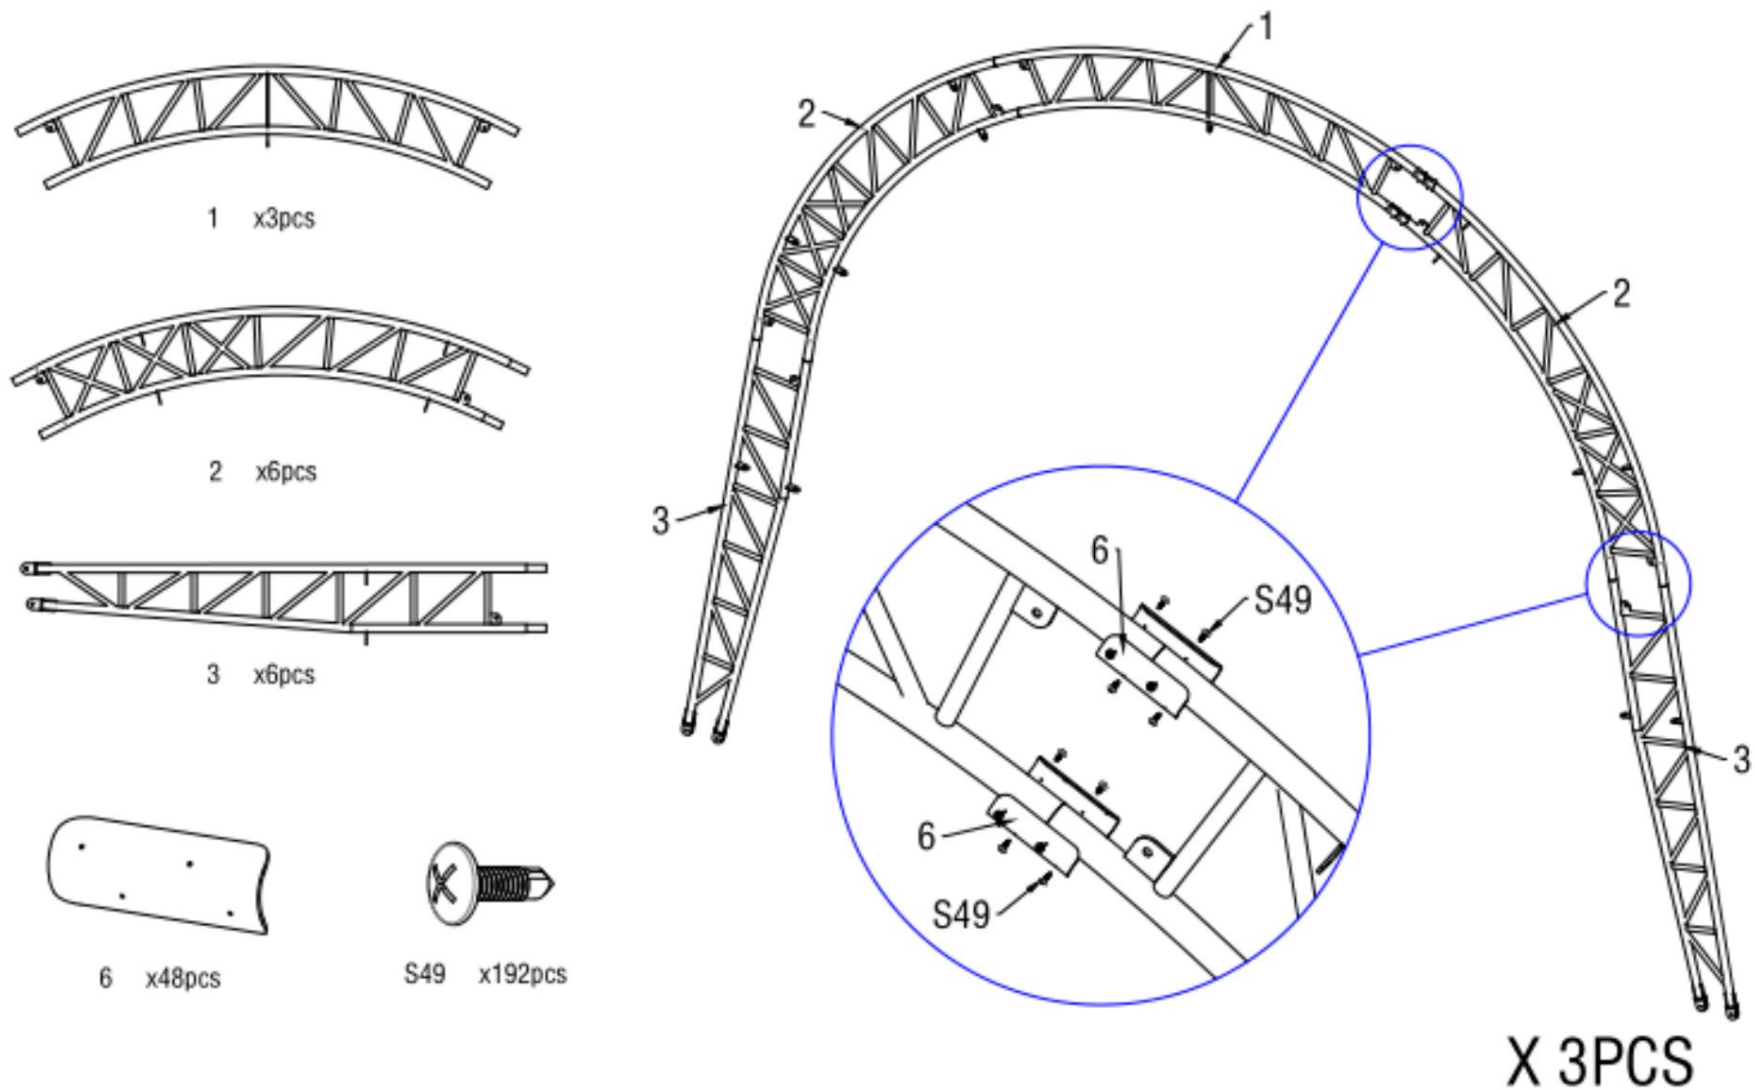

Figure 4
2. Comme le montre la figure 4, trouvez un tube de toit supérieur (n° 1), deux tubes courbés supérieurs de toit (n° 2), deux tubes courbés inférieurs (3) et assemblez chaque groupe Arche avec vis M4x16 (n° S49). NE PAS installer la vis sur le dessus de la ferme, là où reposera la toile.
Remarque : le tube de toit supérieur, le tube de courbure de toit et le tube de courbure inférieur (n° 1A, 2A, 3 et 3A) qui sont soudés avec des plaques d'acier pour les portes avant et arrière sont différents de l'arche centrale. (Figure 4)